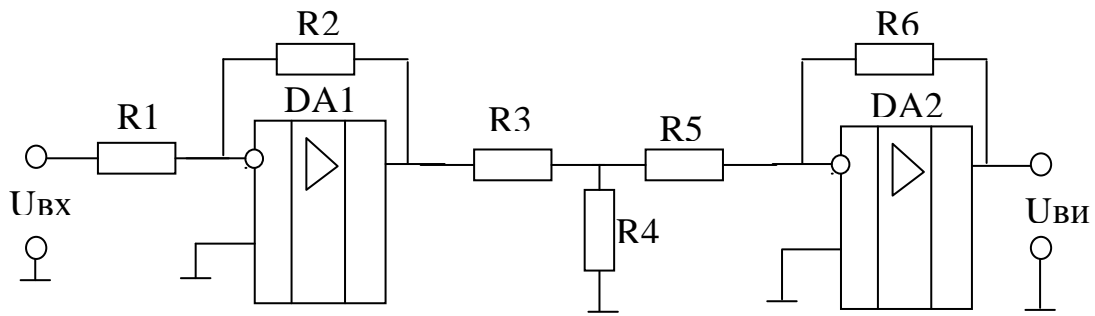

Рисунок 3.8
4. Визначити вхідний опір схеми R_{ex} (рисунок 3.8) та напругу на виході $U_{вих}$, якщо напруга живлення $U_{жс}=\pm 12\text{ В}$, $U_{ex}=1.2\text{ В}$, $R1=15\text{ кОм}$, $R2=150\text{ кОм}$, $R3=1\text{ кОм}$, $R4=2\text{ кОм}$, $R5=10\text{ кОм}$, $R6=20\text{ кОм}$.
7. Визначити опір резистора $R4$ (рисунок 3.8), якщо напруга на виході $U_{вих} = 10В$, $U_{вх} = 0.2В$, $R1 = 15кОм$, $R2 = 30кОм$, $R3 = 1кОм$, $R5 = 20кОм$, $R6 = 200кОм$.